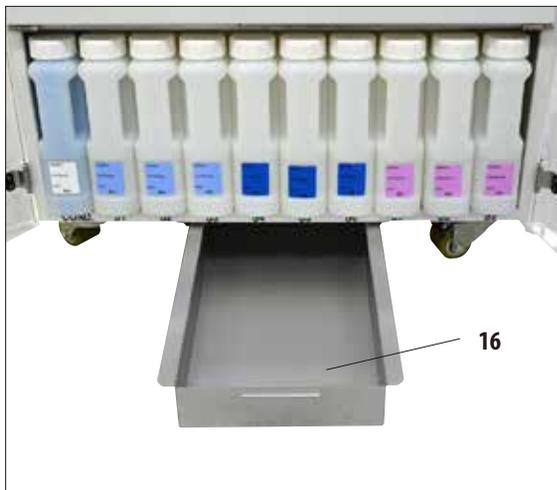

Abb. 53
- Die Auffangwanne (**16**) muss regelmäßig auf Anzeichen von ausgelaufenen Reagenzien überprüft werden. Dazu die Wanne an dem Griff nach vorn herausziehen (Abb. 53) und ggfs. entleeren.